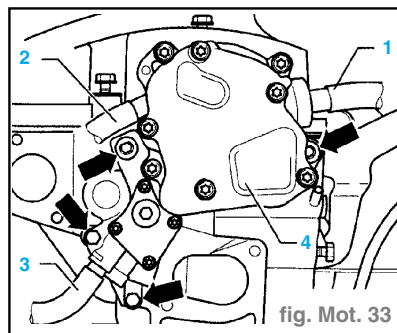

fig. Mot. 33
- Débrancher la conduite de dépression (1) de servofrein de la pompe tandem (4) (fig. Mot. 33).
- Débrancher le flexible d'alimentation (2) (repère blanc) branché sur la pompe tandem (4).